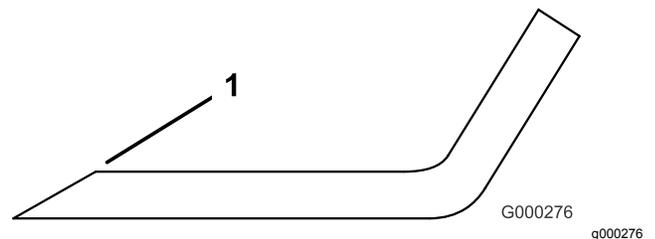

Figure 80
- Examinez les tranchants de toutes les lames et aiguisiez-les s'ils sont émoussés ou ébréchés. N'affûtez que le haut du tranchant et conservez l'angle de coupe d'origine (Figure 80). Limez la même quantité de métal sur chacun des deux tranchants pour ne pas déséquilibrer la lame.